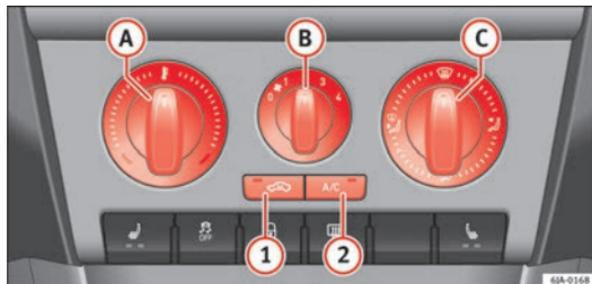

Fig. 98 Ar condicionado: elementos de utilização
O sistema de refrigeração funciona apenas se estiver pressionado o botão   ⇒ Fig. 98 ⇒ Página 136 e estiverem reunidas as seguintes condições:
- A temperatura aumenta quando se roda o botão  ⇒ Fig. 98 para a direita.
- Ligue o ventilador rodando o botão  ⇒ Fig. 98 das posições 1 a 4.
- Ao rodar o botão  ⇒ Fig. 98 ajusta-se o acesso do ar aos respectivos difusores ⇒ Página 133.
- Pressione o botão  ⇒ Fig. 98 e o símbolo dentro do mesmo acende-se.
- Comandos A ⇒ Fig. 98 ⇒ Página 136, B, C e botões 1 e 2.
- Pressione o botão  ① ⇒ Fig. 98 ⇒ Página 136 e acende-se o símbolo dentro do mesmo.
- Pressione novamente o botão  ① ⇒ Fig. 98 ⇒ Página 136 e o símbolo dentro do mesmo apaga-se.
Se o regulador da distribuição de ar  ⇒ Fig. 98 ⇒ Página 136 estiver na posição , a recirculação desliga-se automaticamente. Ao pressionar o botão  pode voltar a ligar a recirculação de ar nesta posição.